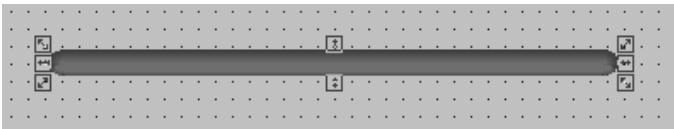

图 3-9
- 2、选择工具箱中的“立体管道”工具，在画面上画一管道，如图 3-9 所示：